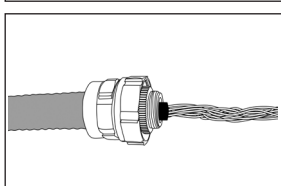

Figure 8
- Couper la gaine intérieure (à une longueur de 1/8"-3/8") pour exposer les conducteurs (Figure 8). Se référer à la section 2 pour la préparation des câbles de données blindés.